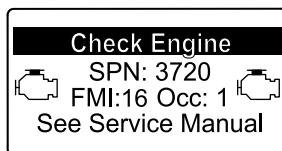

Figura 44
- Avvertenza motore SPN 3720, FMI 16 (Figura 44)